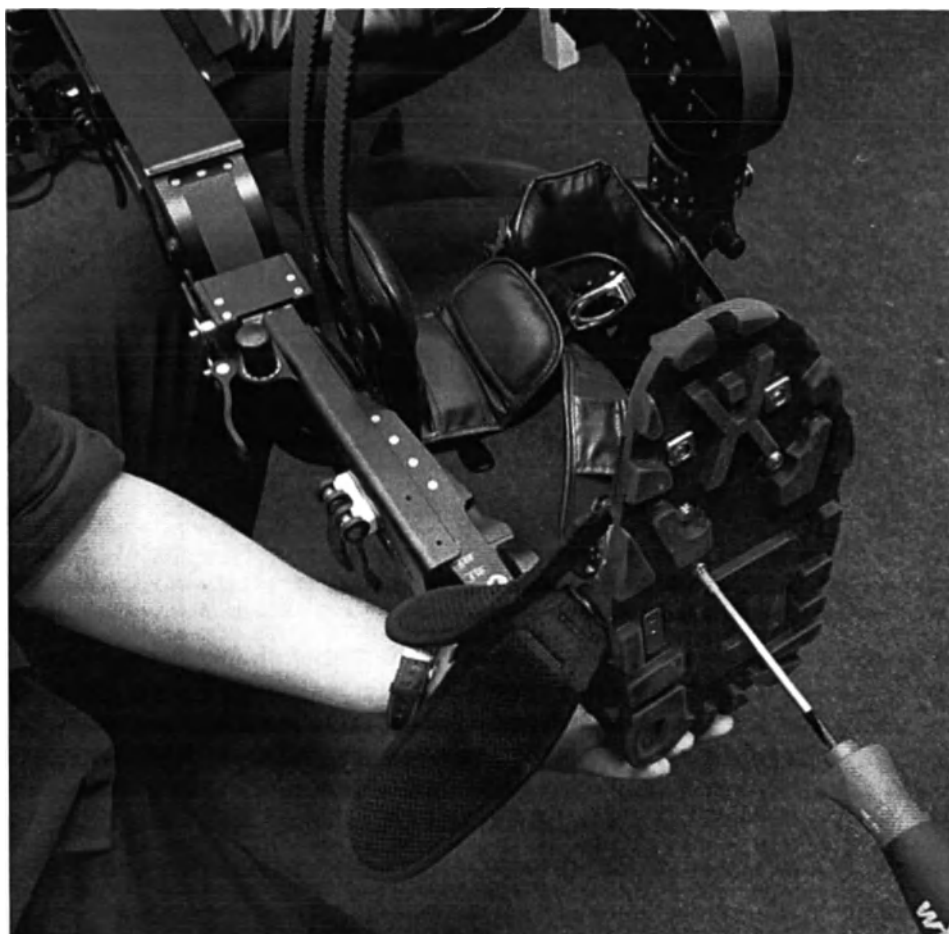

Рисунок 16 – Фиксация стельки к уголку стопы Экзоскелета.
- Шаг 2** Зафиксируйте подобранные крепления стопы Экзоскелета (подбор креплений стоп описан в п. 2.3.1) двумя винтами каждую, используя отвертку из набора инструмента для настройки Экзоскелета (рисунок 16).